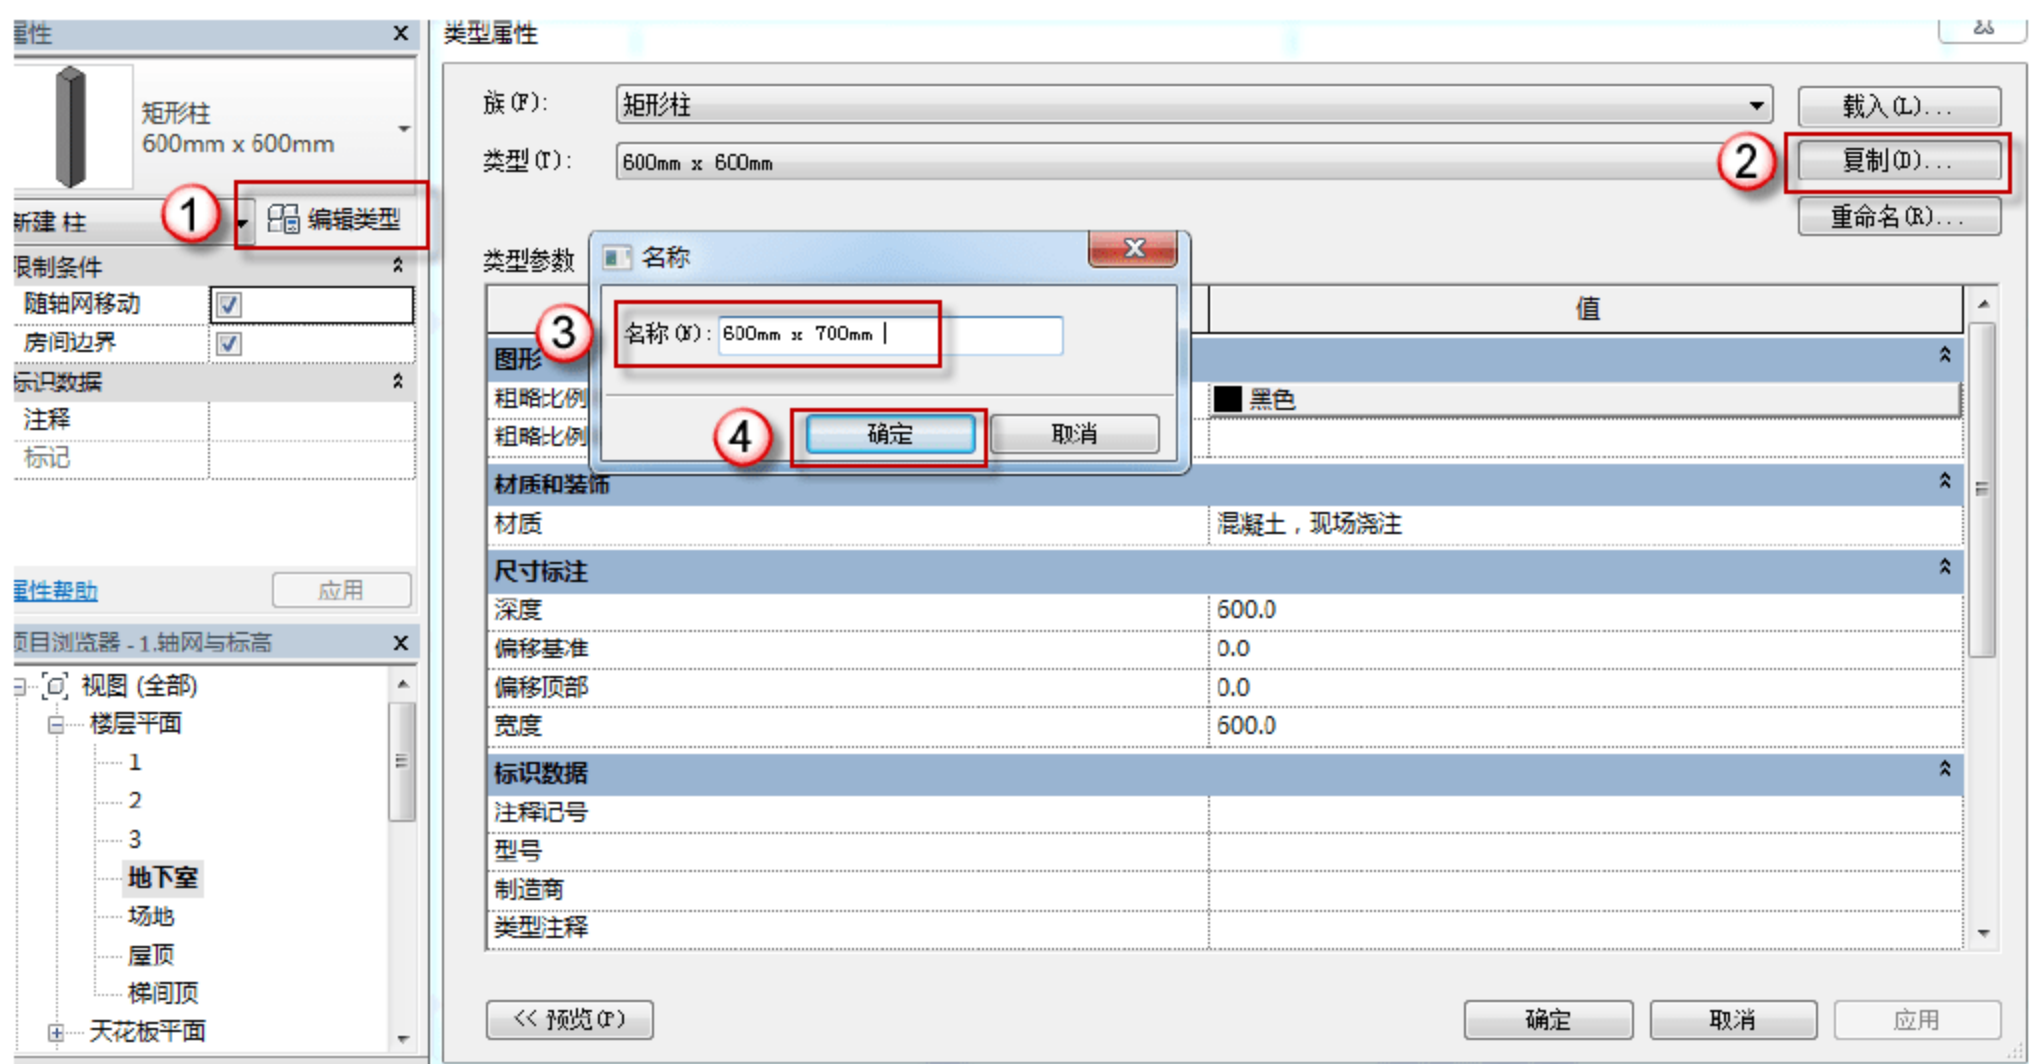

图 9.1.9 复制“600mm×700mm”柱
(9) 复制创建“600mm×700mm”族类型。在“属性”面板中，单击“编辑类型”按钮，在弹出的“类型属性”对话框中，单击“复制”按钮，在弹出的“名称”对话框中，在“名称”后输入“600mm×700mm”字样，单击“确定”按钮，如图 9.1.9 所示。